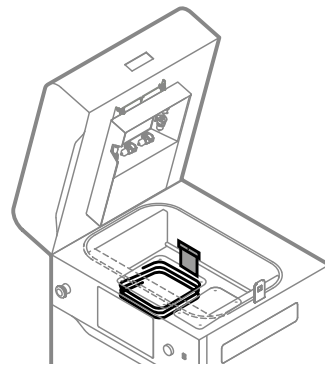

Abb. 12.39 Verwende einen Kunststoffspatel, um die Dichtung anzudrücken.
21. Benutze einen sauberen Kunststoffspatel, während Du das Glasfaserseil nach unten drückst (Abb. 12.39).